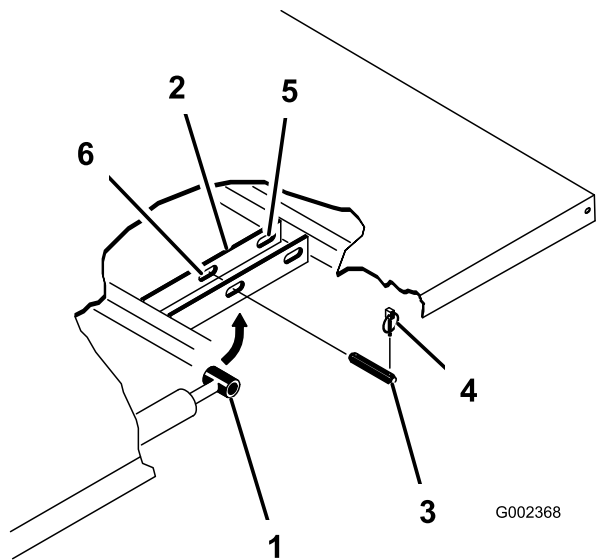

图 22
3. 从油缸杆柱销的外端取下保险销图 22。
4. 向内推动柱销卸下将油缸杆端固定到货斗安装板上的柱销图 22。
5. 卸下将枢轴支架固定到机架槽上的保险销和柱销图 22。